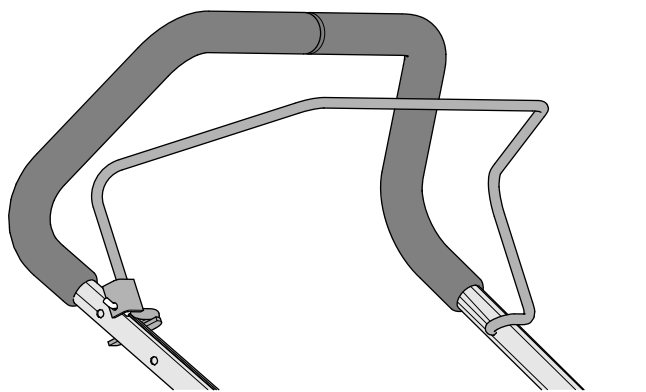

Figura 12
4. Insira a extremidade do manípulo de presença do operador na pega, aperte ligeiramente a outra perna do manípulo e insira o manípulo na pega (Figura 12).